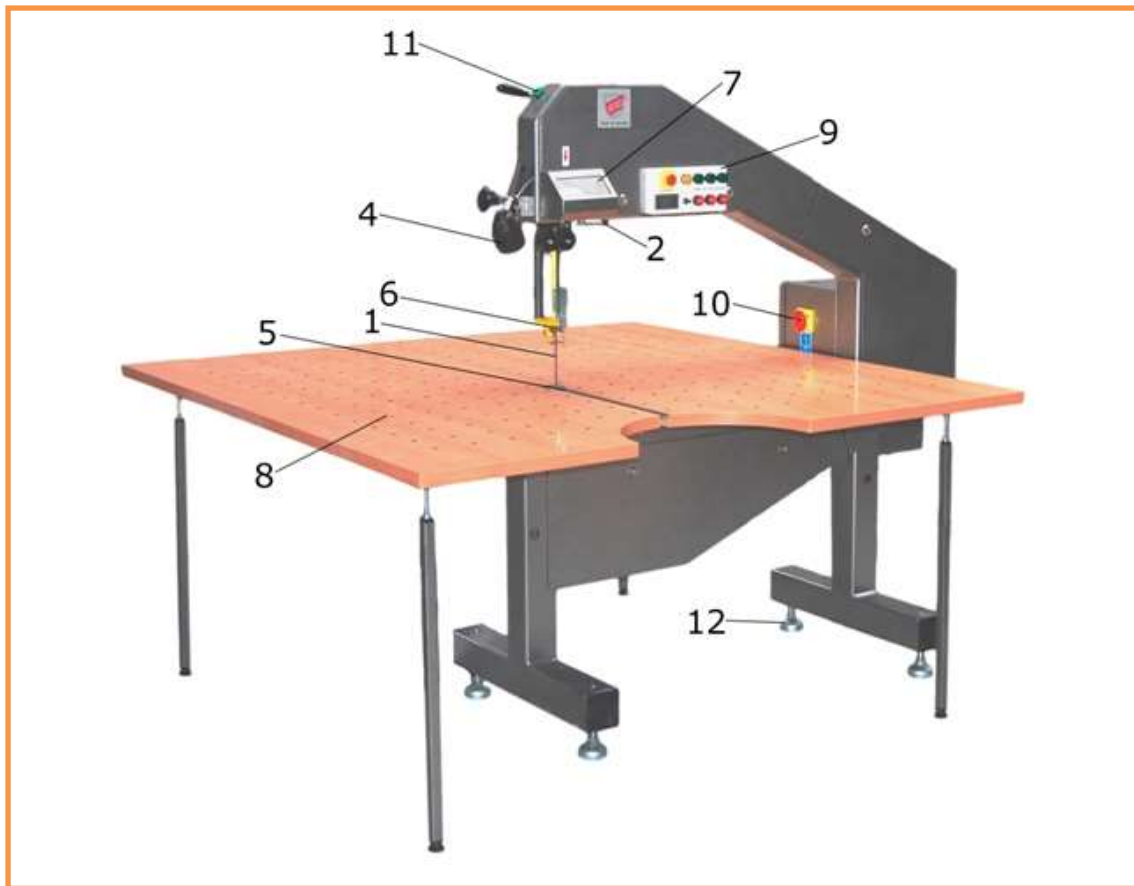
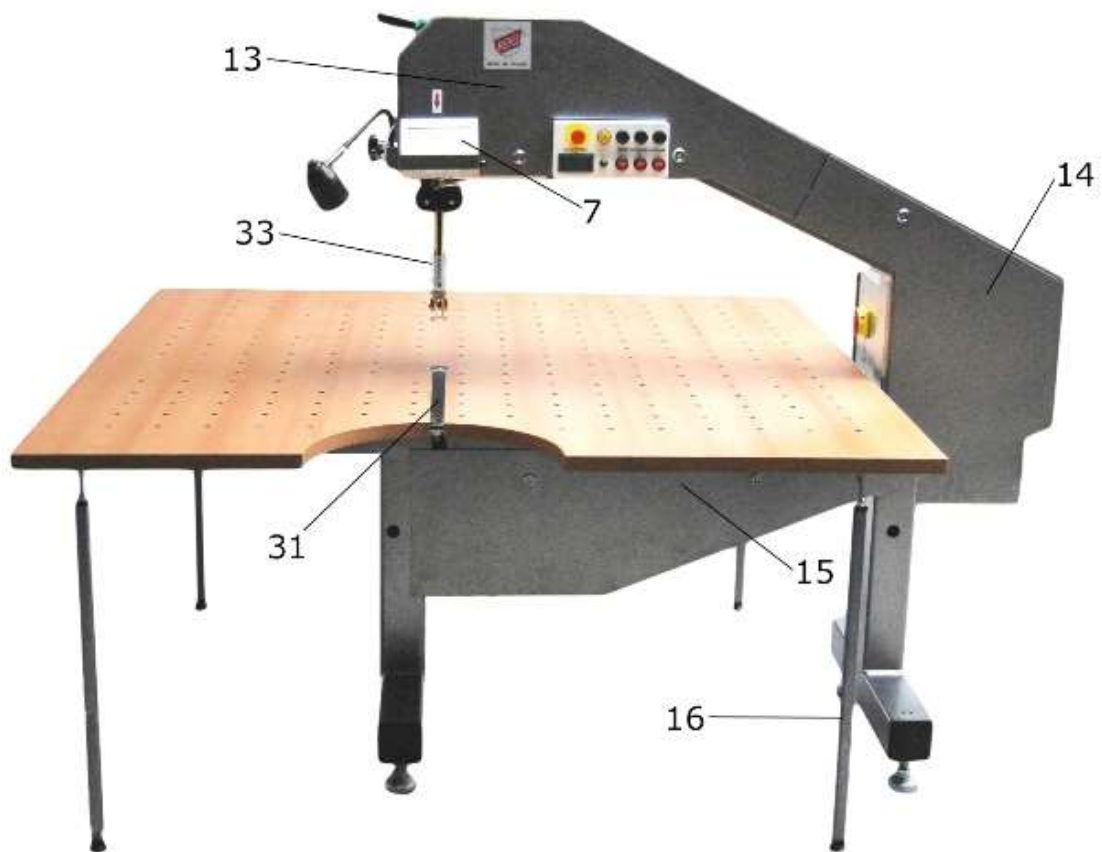
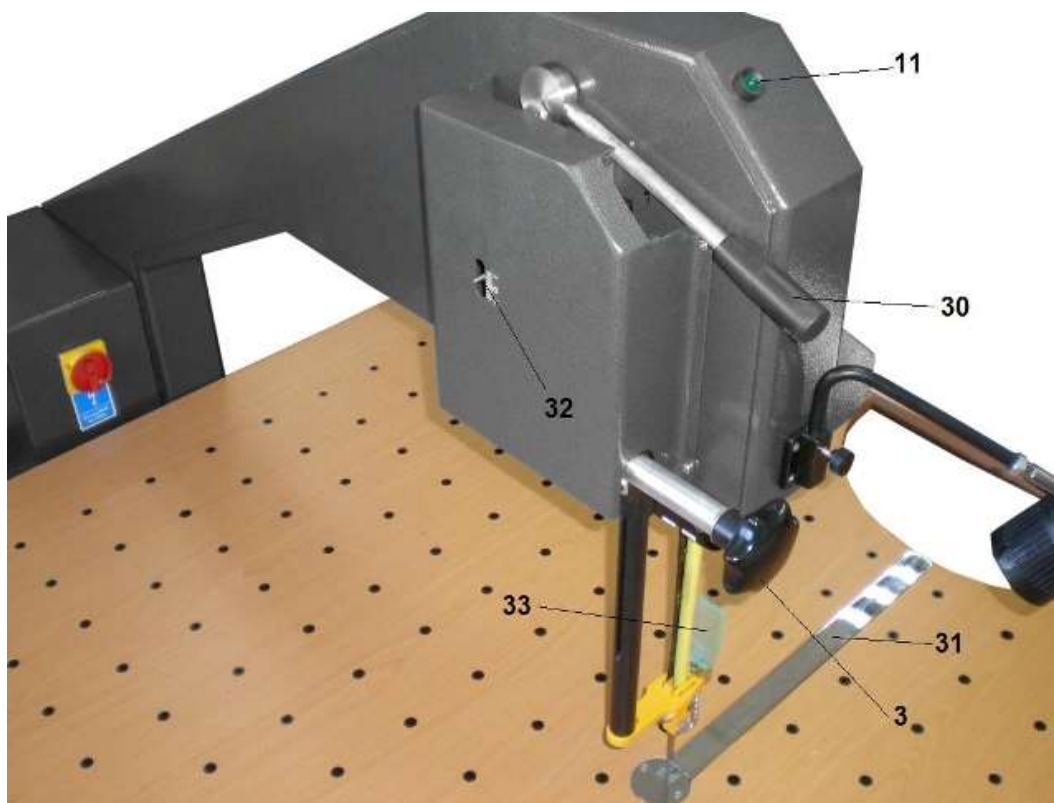
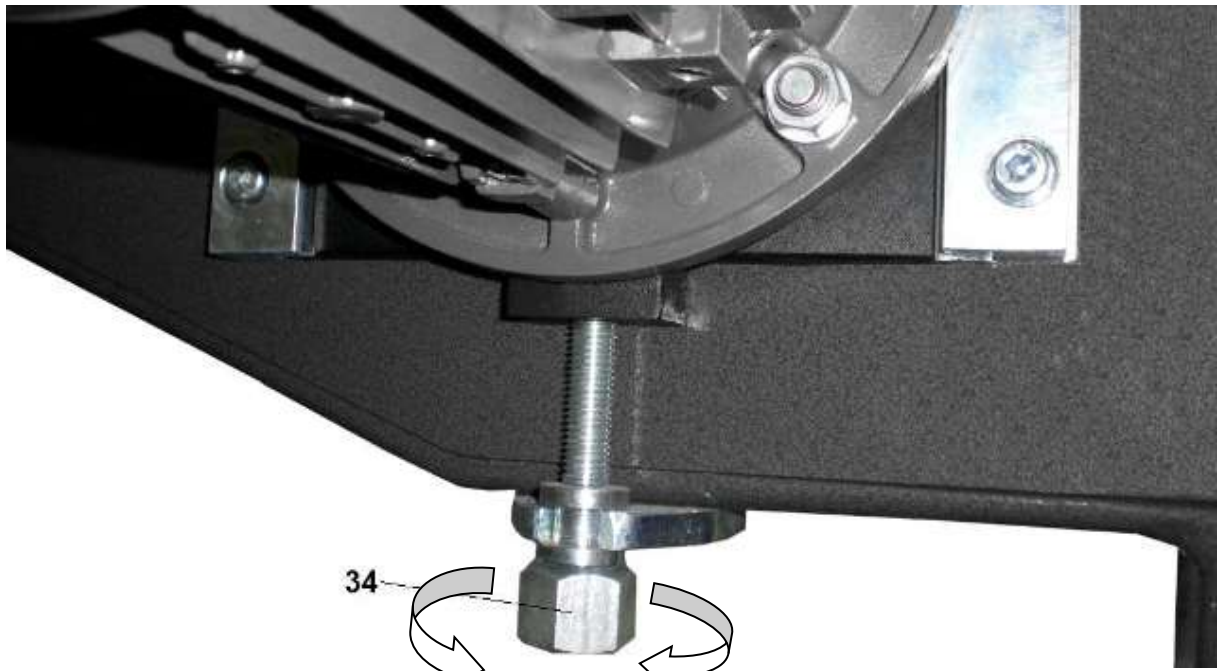

Рис. 1.
Рис. 4.
Рис. 5.
Рис. 6.
Общий вид ленточной раскройной машины и её основных элементов показан на рис. 1.
После приготовления слоя материала к раскрою, нужно расположить его вблизи режущей ленты таким образом, чтобы линия выкраивания находилась напротив острия ленты. Затем, крутя колесом (3) рис. 1., опустить лапку (6) - на поверхность слоя материала так, чтобы при его движении под лапкой не задирались верхние слои ткани, однако, зазор должен быть не более 5 мм.
1. Опустить лапку (6) рис.1 в нижнее положение.
3. Медленно поворачивать рычаг (20) управления заточным устройством (7) рис.1 в направлении к себе до тех пор, пока заточные камни (21) не начнут затачивать ленту и в этом положении удерживать рычаг несколько секунд или, в случае новой ленты, до тех пор, пока не появится острие.
4. Медленно освободить рычаг (20) (он возвращается автоматически).
- рычаг натяжения ленты (30) рис.5. переставить в нижнее положение (ослабить натяжение ленты),
- открыть крышки кожухов раскройной машины в следующей последовательности рис.4.: заточного устройства (7), верхняя (13) и средняя (14) нижняя (15)
- провести демонтаж рис. 4.: вынуть планку (31) из плиты стола, защиту ленты (33), правую ногу (16), а также (если есть) шланг пылесоса,
- переставить рычаг (30) (натянуть ленту),
- провести регулировку натяжения ленты рис. 5 и рис. 6:
- ✓ определить положение указателя (32),
- ✓ круча винтом (34), с помощью ключа 24 мм, вправо - передвинуть указатель (32) в позицию „+” - а влево - в позицию „-” ,
- ✓ правильное натяжение ленты получается при установлении указателя (32) в позиции „0”
- Снять защиту (33) рис.4 с верхнего регулировочного устройства.
- Ключом 8 мм ослабить гайку оси (40) боковой (левой, а потом правой) направляющей (41).
- Покручивая ось (41) установить зазор 0.75 мм (0.45 мм толщина ленты плюс 0.30 мм щель) между боковой направляющей, а режущей лентой (1).
- Заблокировать ось гайкой (40).
- Шестигранным ключом 4 мм ослабить винт (42).
- Покручивая ось (43) установить зазор 0.50 мм между задним подшипником, а задней частью режущей ленты (1).
- Докрутить винт (42).
- Установить и докрутить крышку нижнего ведущего устройства (33) рис. 1.